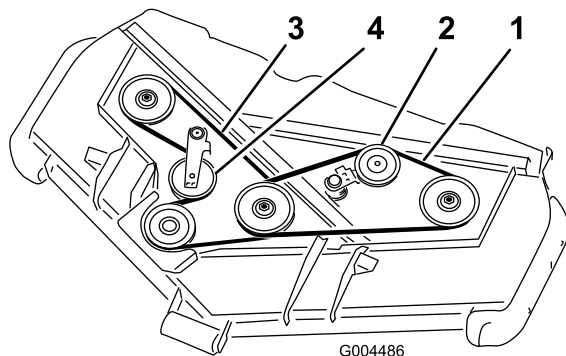

Figura 55
3. Con una barra idonea o uno strumento simile, allontanate la puleggia tendicinghia superiore (Figura 55) dalla cinghia di trasmissione superiore, per rilasciare la tensione della cinghia e toglierla dalle pulegge.
4. Con una barra idonea o uno strumento simile, allontanate la puleggia tendicinghia inferiore (Figura 55) dalla cinghia di trasmissione inferiore, per rilasciare la tensione della cinghia e toglierla dalle pulegge.
5. Montate la nuova cinghia attorno alla puleggia degli ingranaggi, alle pulegge del perno inferiore e alla puleggia tendicinghia, come illustrato nella Figura 55.
6. Montate la nuova cinghia attorno alle pulegge del perno superiore e alla puleggia tendicinghia, come illustrato nella Figura 55.